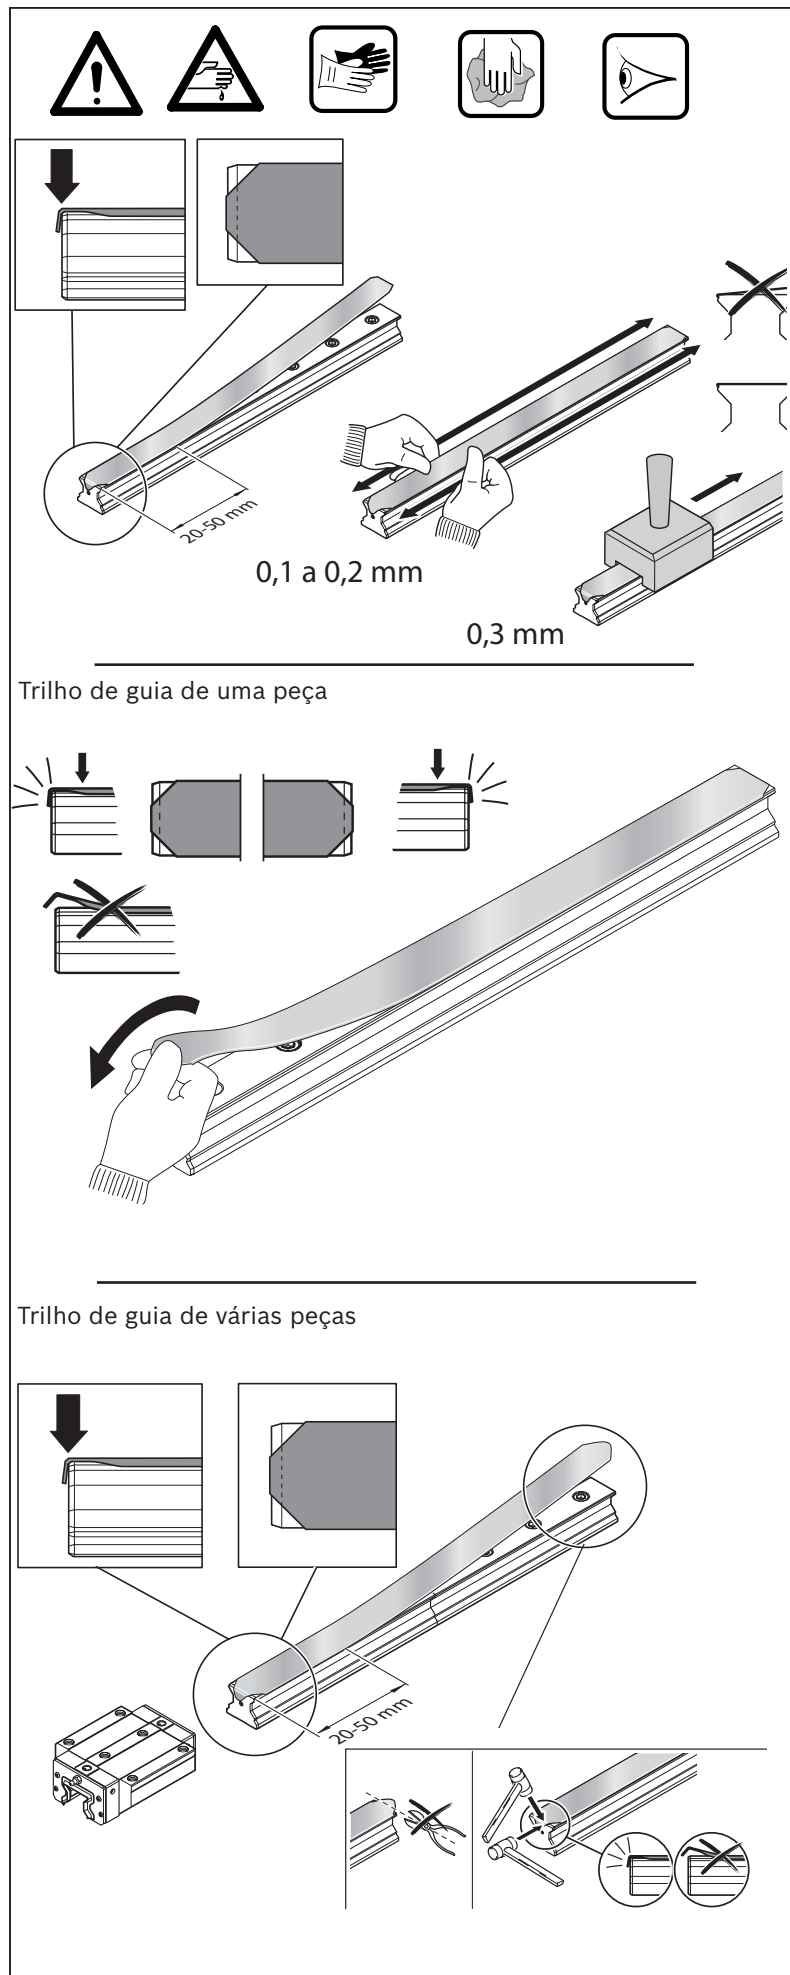

Fig. 35: Montagem da fita de proteção
- ▶ Se necessário, encurtar a extremidade da fita dobrada até que a rosca frontal esteja livre ➡ Fig. 35